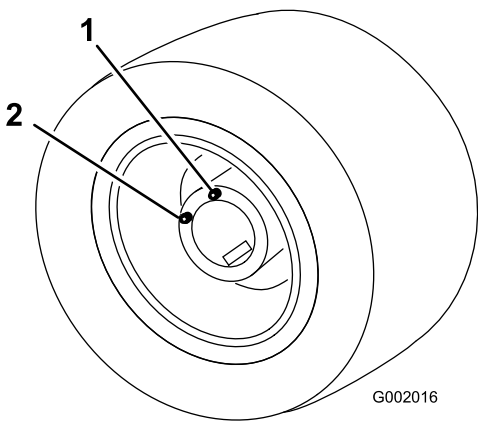

Рисунок 51
5. Медленно переместите машину, пока колесо не будет установлено в положение заправки, как показано на Рисунок 51